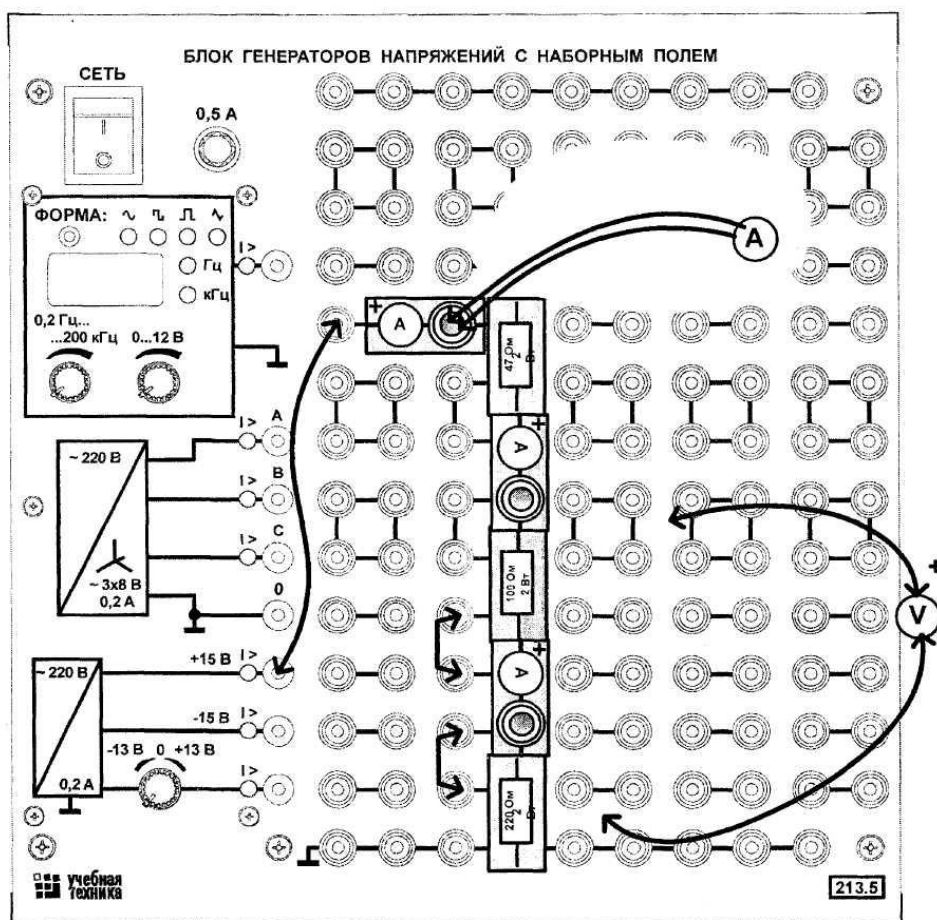

Рис. 2.2.2
- Соберите цепь согласно монтажной схеме (рис. 2.2.2). Последовательно с резисторами 47, 100 и 220 Ом включите специальные миниблоки для подключения амперметра.